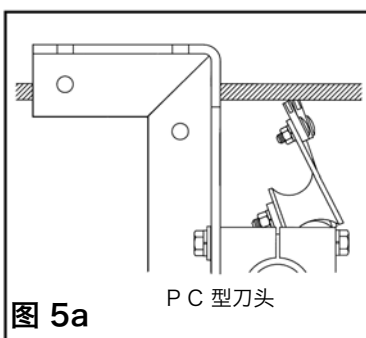

图 5a
5. **检查刀头张紧力。** 向后拉外部刀头，直到刀头不再与输送带接触，然后放开刀头。如果清扫器的张力正确，相邻刀头的整个刮刀应可见（图 5a 和 5b）。若不是，根据步骤 4 的描述在调整螺栓上以 1/2 圈的调节量增加（或降低）张紧力直到邻近刀头可见。